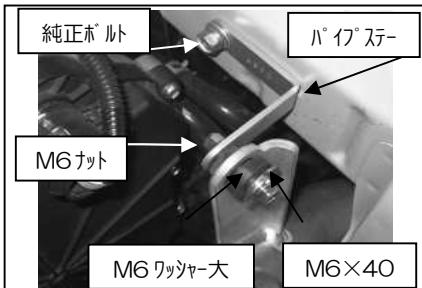

図5
- ①パイプステーをM6×40、M6ワッシャー(大)、M6ナットで車両へ取付けます。図5参照